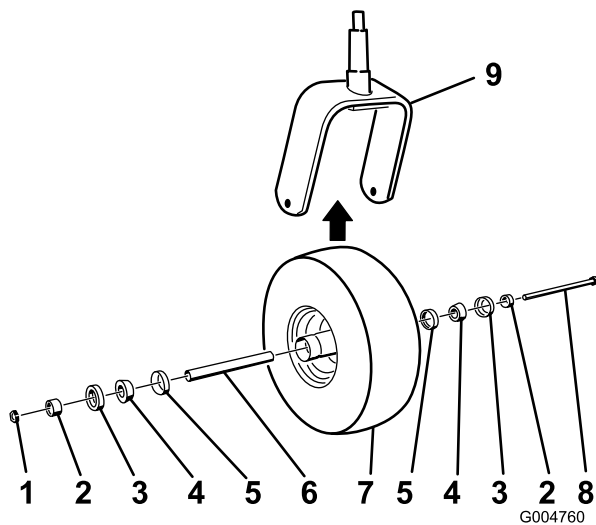

図 54
2. キャスタ・ホイール・アセンブリをキャスタ・フォークの間に保持しているボルトのロックナット（図 54）を外す。
5. コーン・ベアリングにグリスをパックし、キャスタ・ホイールのハブにコーン・ベアリングとシールを押し込み、図 54 のように組み上げる。